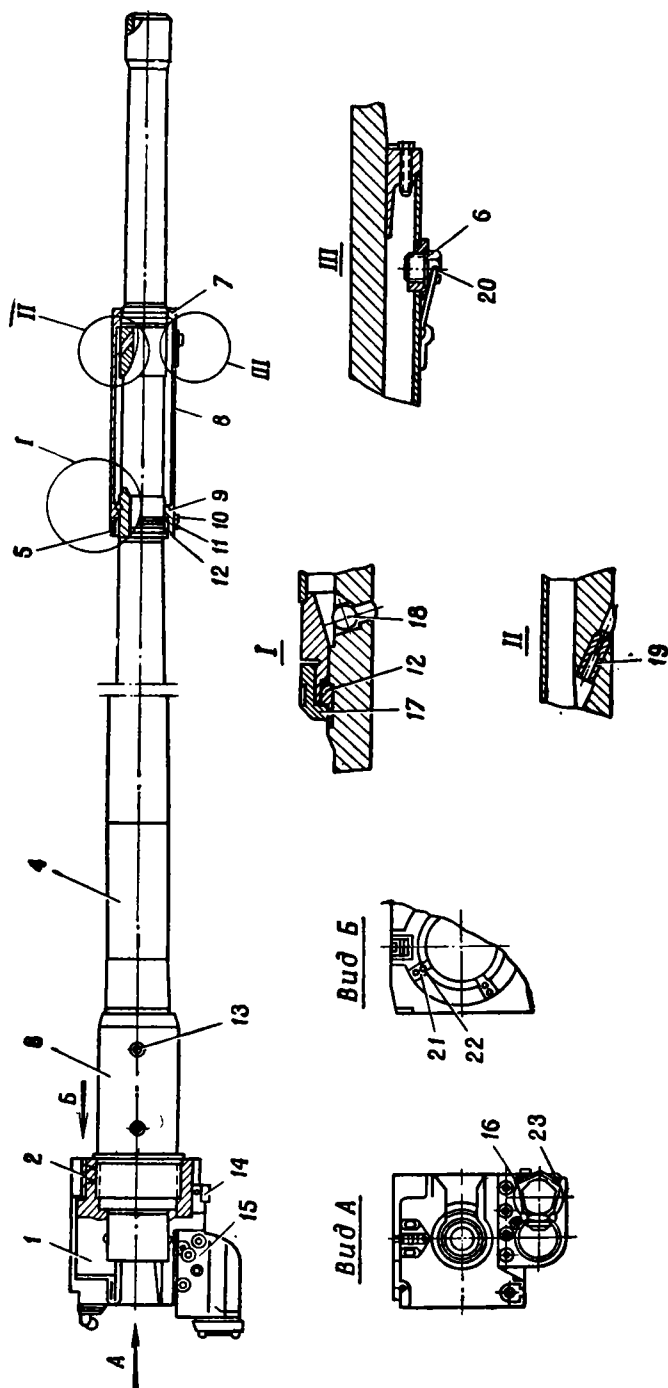

Рис. 49. Ствол:
3. Расшплинтовать и вывернуть болты 23 (рис. 49), снять крышку 16.
3. Поставить крышку 16 (рис. 49), вернуть и зашплинтовать болты 23.
29. Расшплинтовать и вывернуть винты 10 (рис. 49), отделить гребенку 11 и отвернуть гайку 17. Ударами в торец лысок задней горловины 9 ресивера сдвинуть его с направляющих, а затем снять с трубы. Вынуть полукольца 12, шпонку 5 и шарик 18.
16. Установить на трубу гайку 17 (рис. 49), вложить шпонку 5, шарик 18 и полукольца 12. Надеть кожух 8 ресивера и легкими ударами в торец передней горловины 7 дослать его до упора в полукольца 12. Завернуть гайку 17 до отказа, установить гребенку 11, ввернуть и зашплинтовать винты 10.